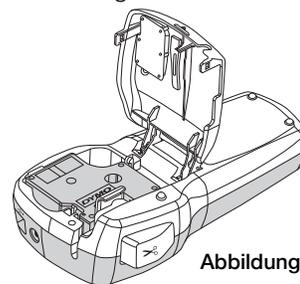

Abbildung 5
- 3 Legen Sie die Kassette ein, und drücken Sie sie kräftig, bis die Kassette in ihrer Position einrastet. Siehe Abbildung 5.